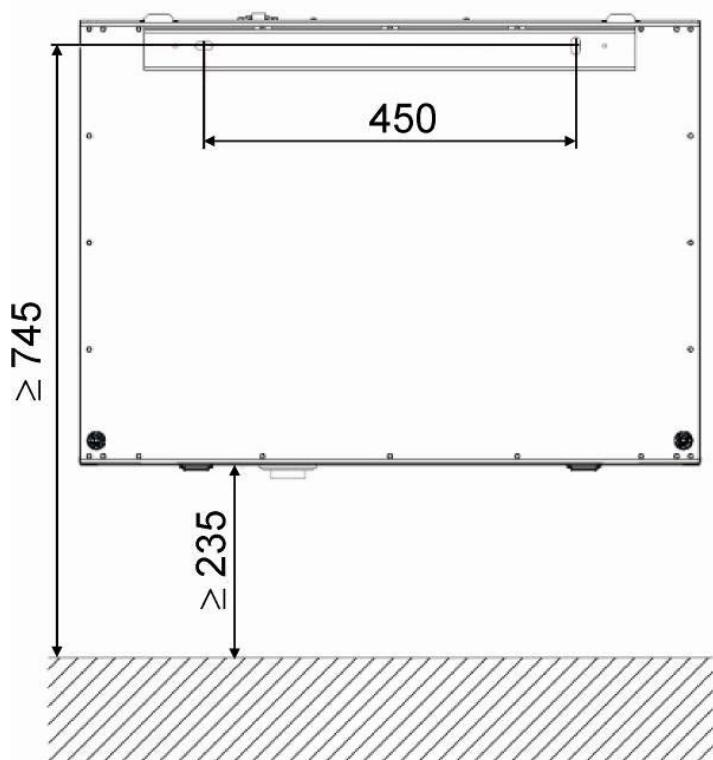

図 18 Focus200（左向き）壁固定図
- ・下部にドレン管が配管されますので、235mm 以上の高さ（ユニット本体合計 745mm）になるように設置してください。図 18 参照